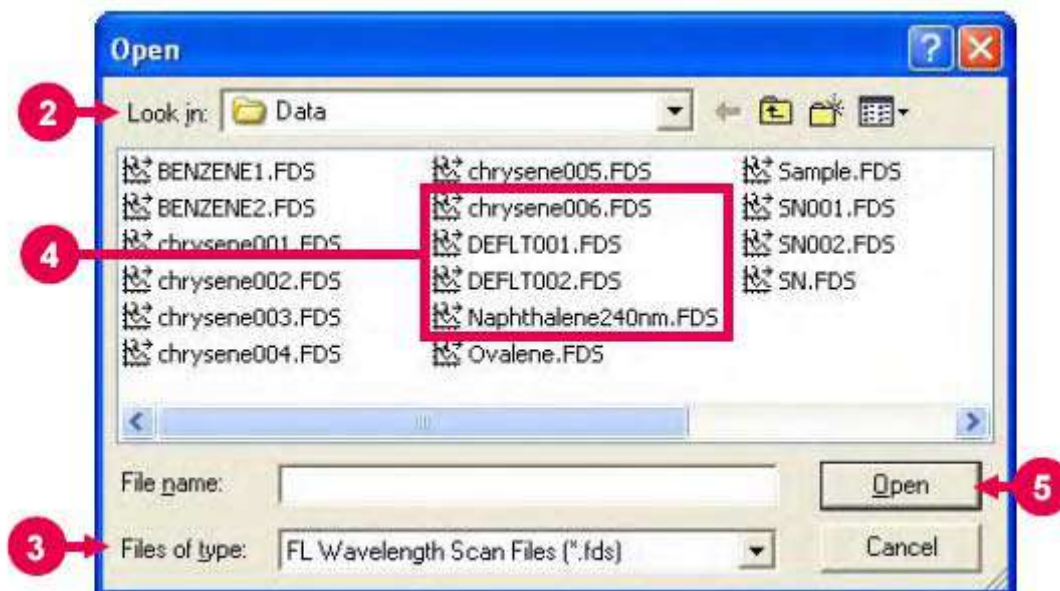
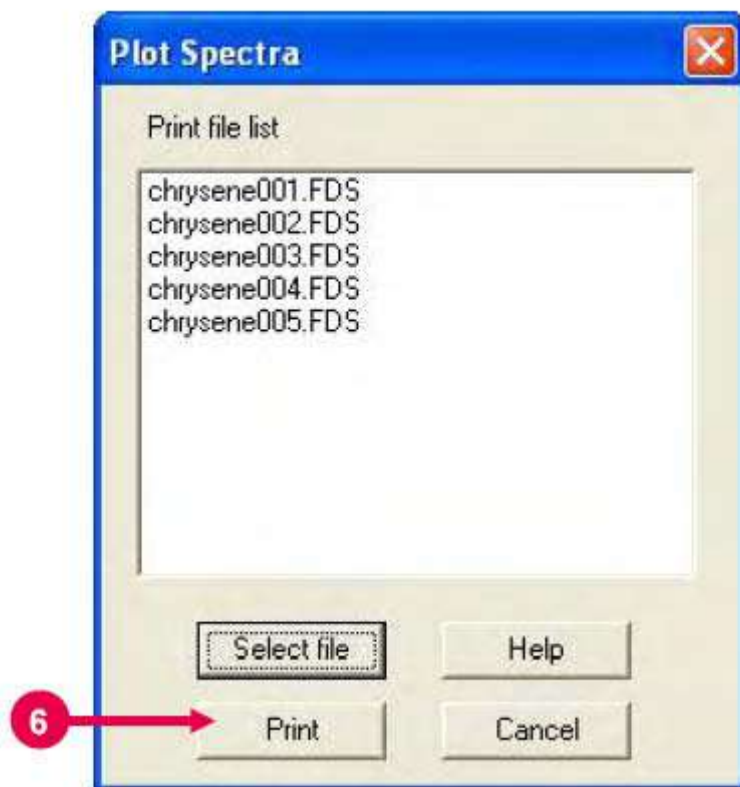

Рис. 8-24
Рис. 8-25
(3) Выберите папку, которая содержит файлы, подлежащие распечатке. (Смотрите (2) на рис. 8-24).
(4) В поле «Тип файла» выберите тип файла. (Смотрите (3) на рис. 8-24).
(5) Выберите файлы. (Смотрите (4) на рис. 8-24). Для выбора нескольких файлов, существует два метода.
(6) После завершения выбора, нажмите кнопку «Открыть» (Смотрите (5) на рис. 8-24.). Появится окно «Начертить спектр». Выбранные файлы появятся в списке распечатываемых файлов, как показано на рис. 8-25.
- (7) После проверки, нажмите кнопку «Печать». Начнется печать. (Смотрите (6) на рис. 8-25). При этом печатаются параметры, которые были ранее сохранены. Таким образом, можно выбрать до 100 файлов для распечатки.